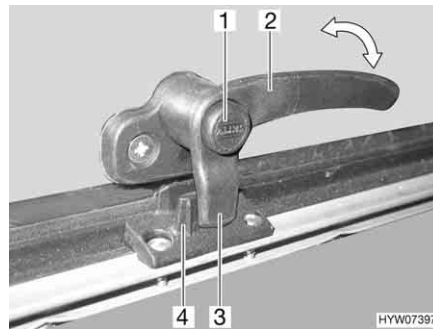
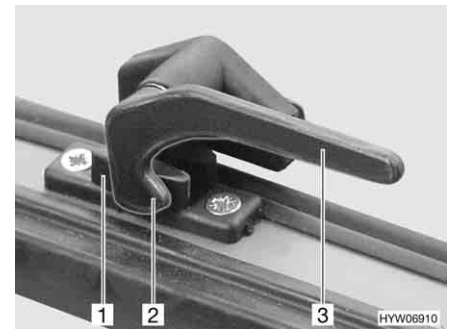

Bild 65 Låsarm med låsknapp i läget "stängd"
Bild 66 Låsarm i läget "stängd"
- Tryck på låsknappen (Bild 65,1) om sådan finns och håll den nedtryckt.
- Sväng låsarmen (Bild 65,2 eller Bild 66,3) ett kvarts varv mot fönstrets mitt.
- Sväng låsarmen (Bild 65,2 eller Bild 66,3) ett kvarts varv mot fönsterkarmen. Låsspaken (Bild 65,3 eller Bild 66,2) på låsarmen sitter helt på fönsterlåsets insida (Bild 65,4 eller Bild 66,1).
- I läget "helt stängt" (Bild 65 och Bild 66)